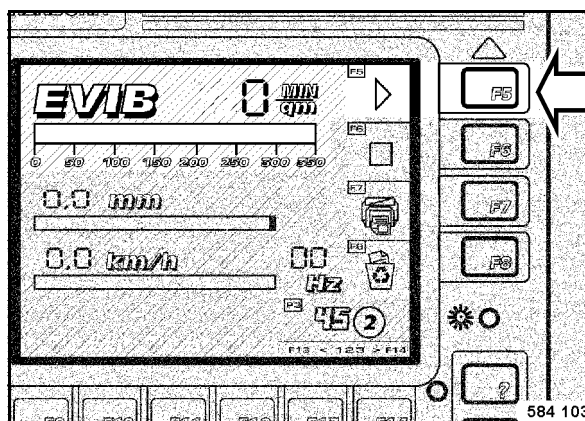

fig. 71
- La zone de contrôle, à gauche à côté de F5 (fig. 71), s'allume en vert.